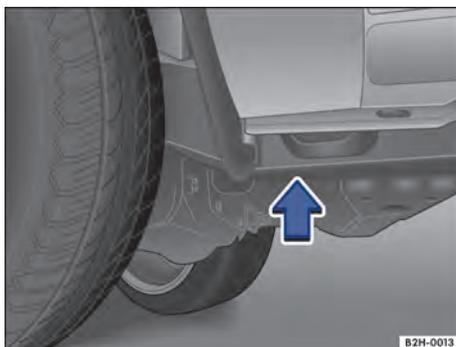
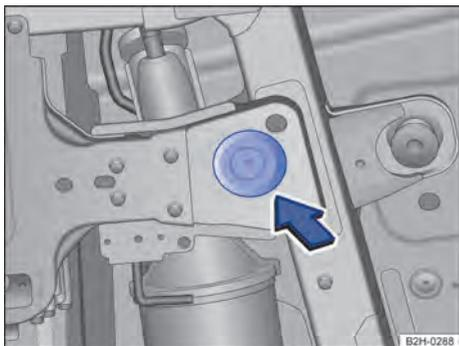
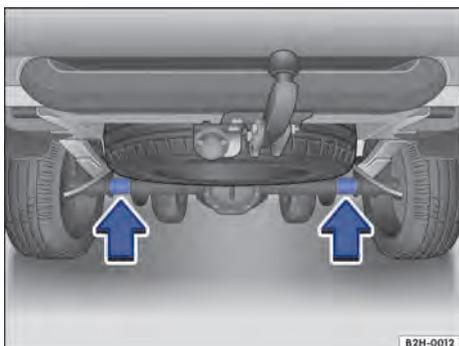

Fig. 197 Pelo lado: ponto de apoio dianteiro do macaco.
Fig. 198 Por baixo: ponto de apoio dianteiro do macaco.
Fig. 199 Pontos de apoio traseiros do macaco.
O macaco deve ser colocado somente nos pontos de apoio mostrados → Fig. 197 (visto pela lateral) ou → Fig. 198 (visto por baixo).
O macaco deve ser colocado somente nos pontos de apoio mostrados → Fig. 199 (setas).
3. Procurar o ponto do alojamento do macaco na frente → Fig. 197 ou atrás → Fig. 198, que se situe o mais próximo da roda a ser trocada.
6. Verificar se o macaco está sob as superfícies marcadas dianteira → Fig. 197 ou traseira → Fig. 199.
7. Alinhar o macaco e, ao mesmo tempo, continuar em girando para cima até que a superfície de contato do macaco toque no ponto de fixação → Fig. 198 ou uma das cavidades → Fig. 200.
- Colocar o macaco apenas nas posições descritas → Fig. 197 e → Fig. 198.